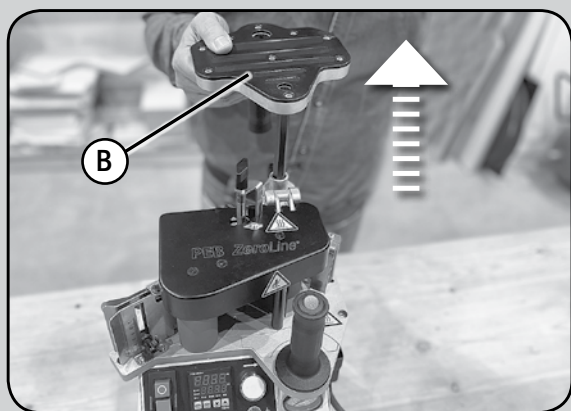
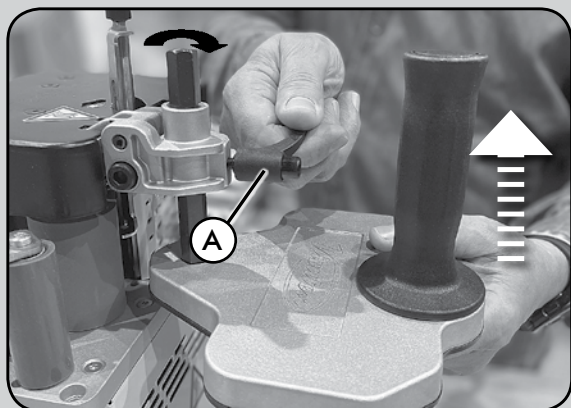

Fig. 3
Fig. 4
- Svitare la manopola A (Fig. 4) ed estrarre il supporto guida B (Fig. 3) e montarlo come mostrato nella (Fig. 4).